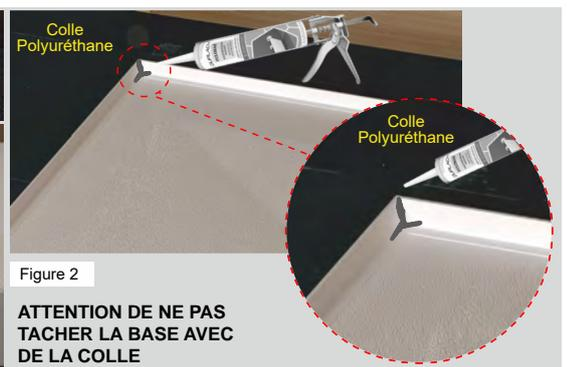

Figure 2
1.1. Installez l'abride et scellez les coins avec la colle polyuréthane selon la Figure 2.